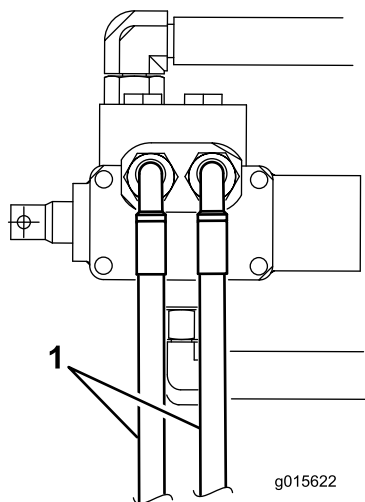

図 7
**注** 2本の油圧ホースが図7のように真っ直ぐに制御バルブの左側を指すように取り付けてください。このようにすれば、タンクとホースが干渉することがありません。